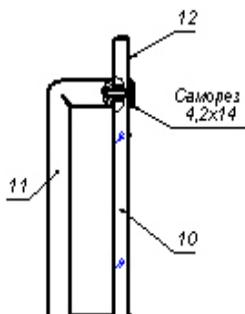

Рис.2
4.5. На стеклянной двери 10 закрепить ручку 11 и накладку магнитной защелки 12 (см. рис.2).